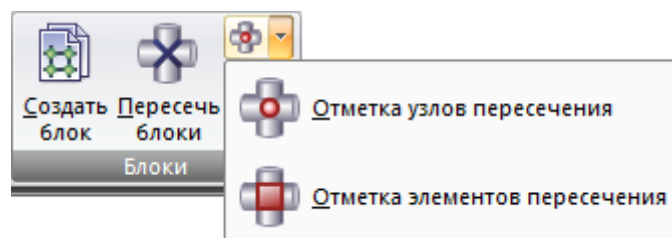

Рис. 56. Раскрывающийся список **Отметка объектов пересечения**
**Отметить объекты пересечения** (рис.56) – раскрывающийся список с заменой, содержащий операции по отметке узлов и элементов, образовавшихся в результате пересечения.